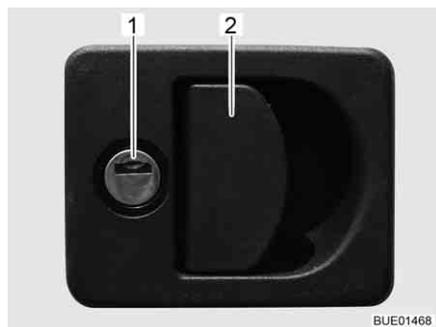

Fig. 37 Cerradura de la trampilla con tirador concha
- Introducir la llave en el cilindro de cierre (Fig. 37,1) y girarla un cuarto de vuelta. La cerradura de la trampilla está desbloqueada.
- Tirar del asidero de la cerradura (Fig. 37,2). La trampilla exterior está abierta.